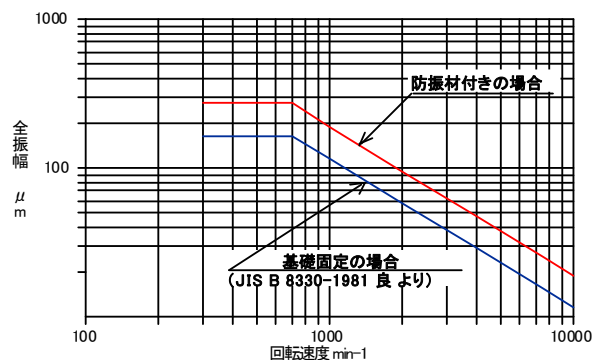

図 9 振動状態の参考判定基準
- ⑧ ファンが正常で、据付、ダクト配管工事が正しく施工されている場合の振動の基準値を図9に示します。